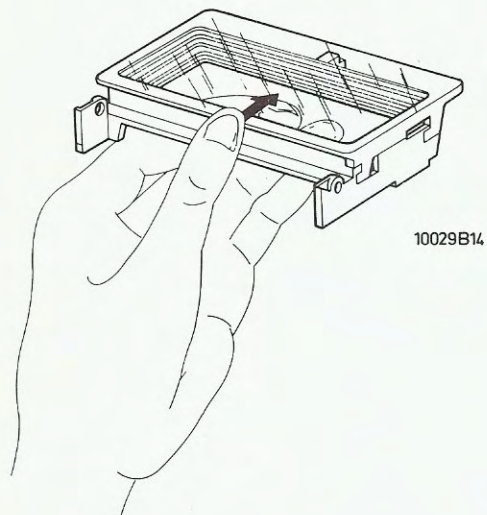

Fig. 4b
- De klep bestaat uit 2 delen; het sierstuk 227 is klemmend op de klep 228 bevestigd (Fig. 4b).